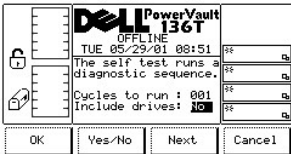

Figure 114. Service > Library > Exercice > Self Test > Dialogue Include Drives
- 1 Si la touche de fonction **Next** est enfoncée, le champ suivant de la liste devient le champ actif. Reportez-vous à la Figure 114.